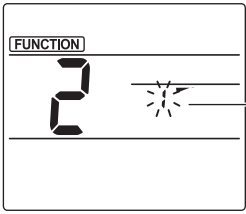

Fig. 3-2
- ② Kanatçık sayısını seçme (Fig. 3-2)